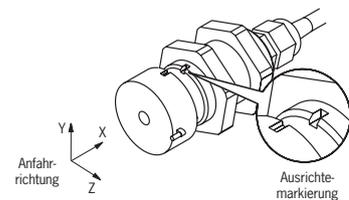

Bild 1: Ausrichtung Lesekopf und Betätiger
Die Einbaulage von Lesekopf und Betätiger ist beliebig. Ausrichtung von Lesekopf zu Betätiger beachten (siehe Bild 1).
- ▶ die aktiven Flächen von Lesekopf und Betätiger bei geschlossener Schutzeinrichtung deckungsgleich gegenüber liegen (siehe Bild 1)
- ▶ Bei geringer Anfahrgeschwindigkeit zwischen Lesekopf und Betätiger und der Verwendung des Auswertegeräts CMS-E-BR sollte die Anfahrrichtung **Z** (siehe Bild 1) vermieden werden.